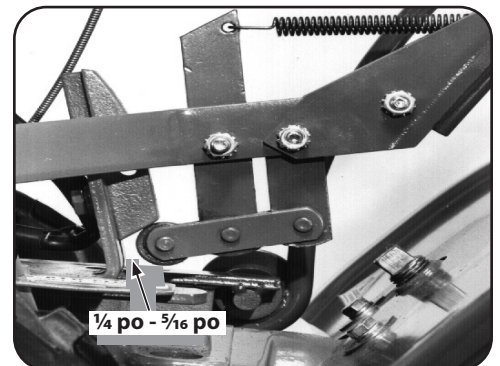

Figure 5-13
2. Placez le levier d'entraînement de la PDF des dents et des roues à la position MARCHE AVANT. Le rouleau d'embrayage au bas du levier doit être se trouver sous le bloc de réglage de la courroie. Voir Figure 5-13. Ne laissez pas le rouleau d'embrayage se déplacer lors des prochaines étapes. S'il se déplace, vous obtiendrez une lecture erronée de la tension de la courroie.
3. La tension de la courroie est correcte s'il y un espace de 1/4 po à 5/16 po entre le devant du rouleau d'embrayage et le devant du support vertical qui tient le bloc de réglage en place. Voir Figure 5-13. Pour mesurer cette distance :